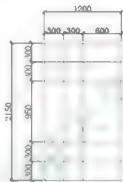

图 7-54
**步骤1：**使用直线工具 $\text{L}$ 和偏移工具 $\text{O}$ ，在绘图区绘制和偏移出如图7-54所示的直线。